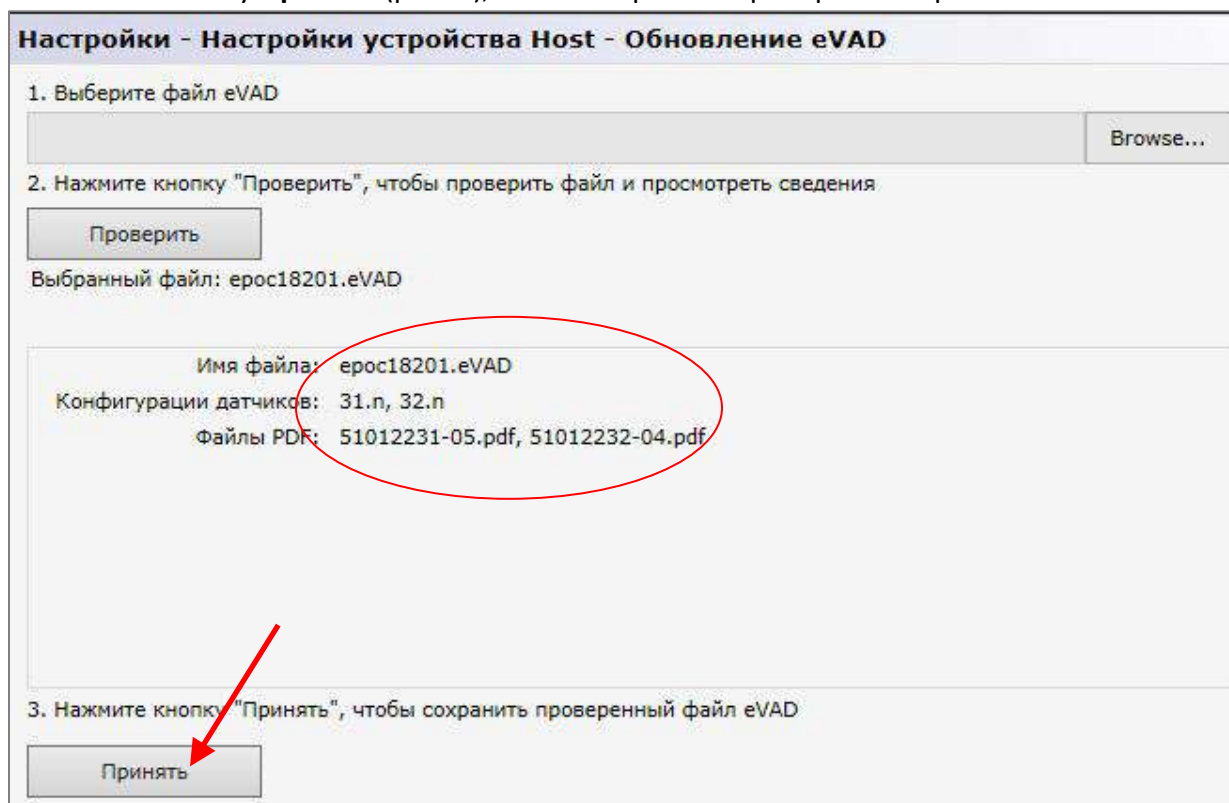

Рис. 8.
3) Нажмите кнопку **Принять** (рис. 8), чтобы сохранить проверенный файл eVAD.